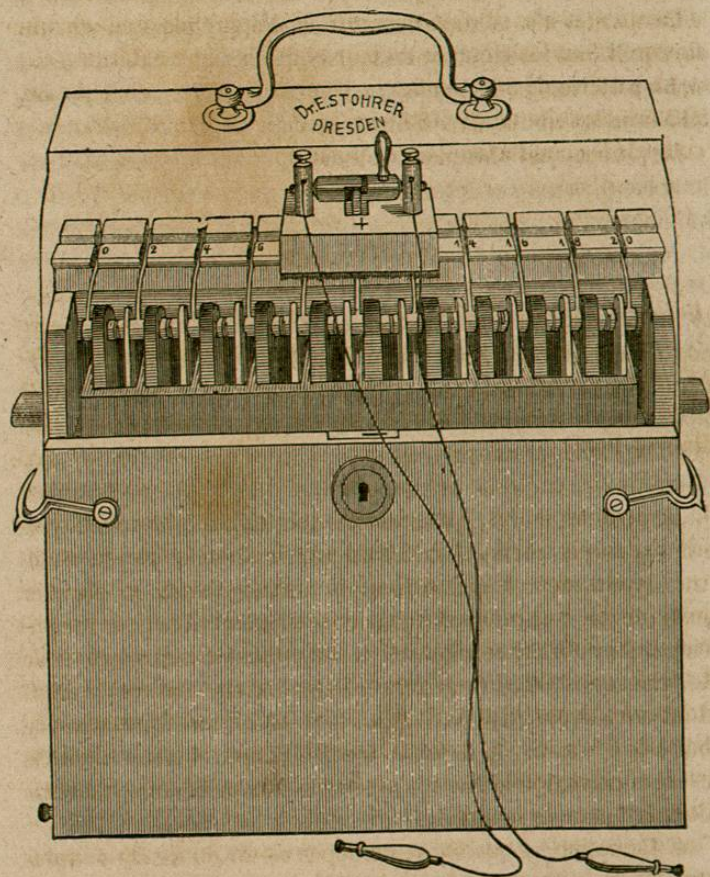

Fig. 8.
a. La batterie *portative* se compose de 20 ou de 30 couples (fig. 8) et se vend 210 francs ou 290 francs. C'est une modification de la pile de Bunsen, dont les éléments, composés de zinc et de charbon, sont suspendus à un support de bois et plongent dans des vases de vulcanite remplis d'acide sulfurique dilué (au 1/8 ou au 1/10), avec addition d'une petite quantité de bisulfate de mercure pour entretenir les zincs